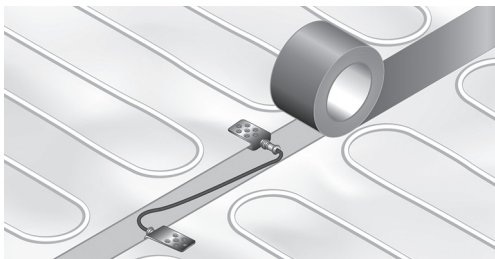

Рис. 9. Монтаж соединений заземления
9. Монтаж соединений заземления (рис. 9).